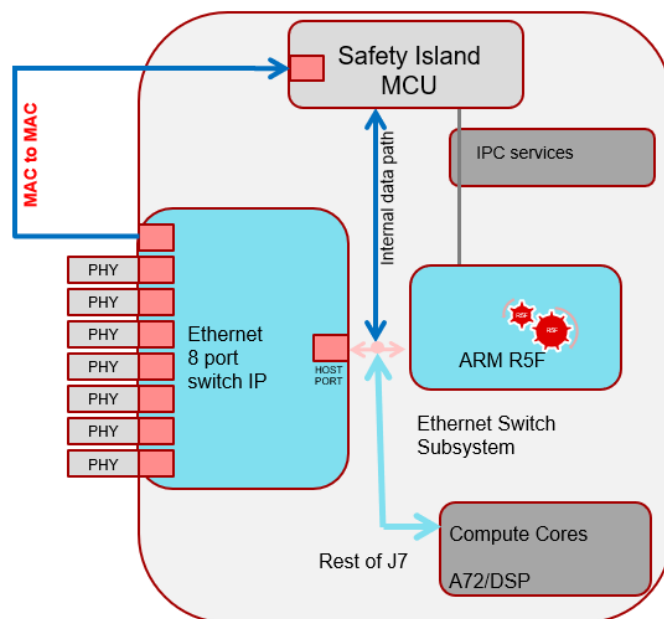

图 8. MAC 和 PHY 采用独立芯片
1. Jacinto7 里面划分了 ASIL D 的 MCU 域。CPSW2G 通常划分给 MCU 域来使用。CPSW9G 通常给主域 A72 和 R5F 等核使用。MCU 域由于功能安全的要求，通常使用 AUTOSAR OS。除了内部的 Internal Data Path. 从外部，也可以非常方便地通过 MAC2MAC 与交换机相连接入网络。系统的架构图 8 所示：